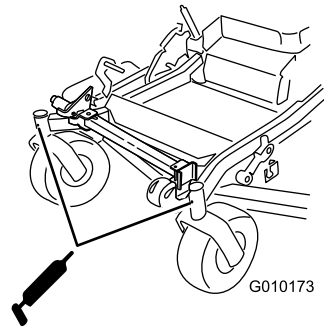

Figura 46
9. Retire el engrasador del orificio. Instale el tapón hexagonal y la tapa (Figura 46).